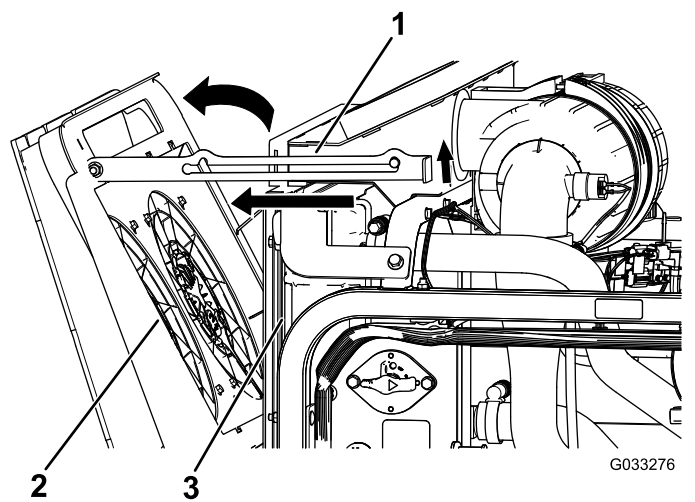

図 117
- エンジン冷却ファンをラジエーターの後方に倒し、支え棒で支える (図 117)。